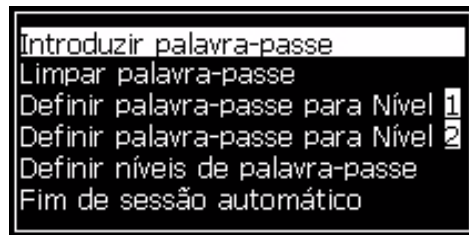
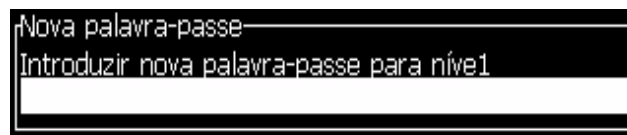

Figura 4-4: Definir nível da senha
Figura 4-5: Nova senha
- 1 Pressione *Alt + w* e selecione *Definir senha para o nível1*, ou *Definir senha para o nível 2*, no menu *Senha* (veja Figura 4-4 na página 4-4). A caixa de diálogo *Nova senha* aparece (veja Figura 4-5 na página 4-4).